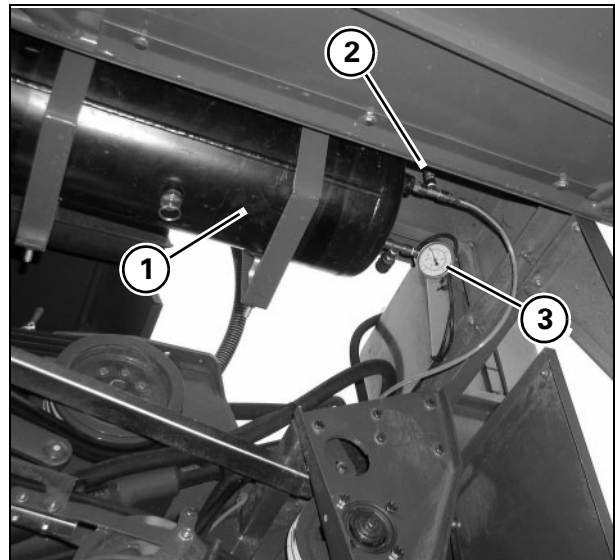
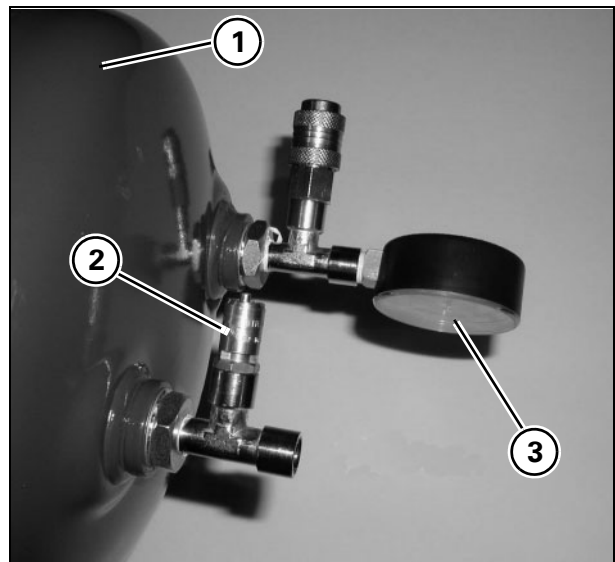

Рис. 27
Рис. 28
**Воздушный компрессор для технического обслуживания (при наличии) - Рис. 27 и Рис. 28**